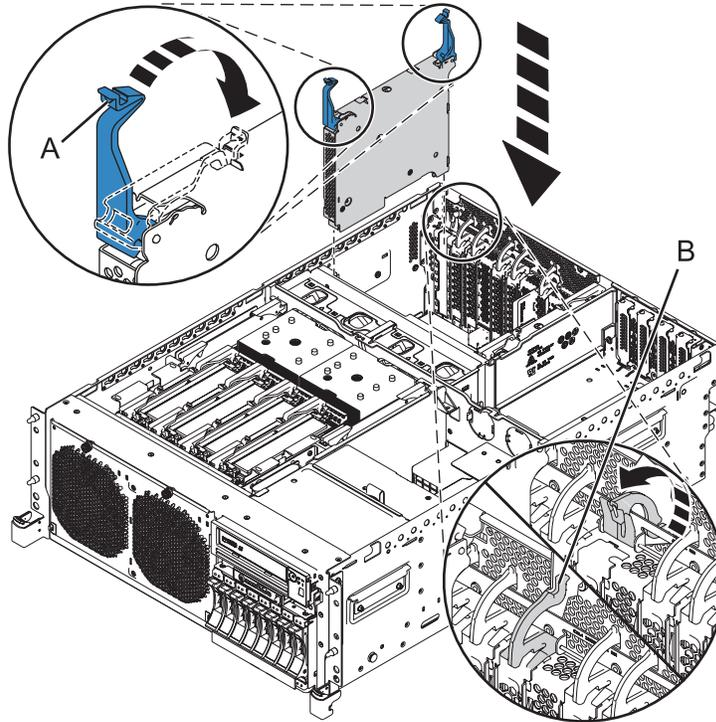
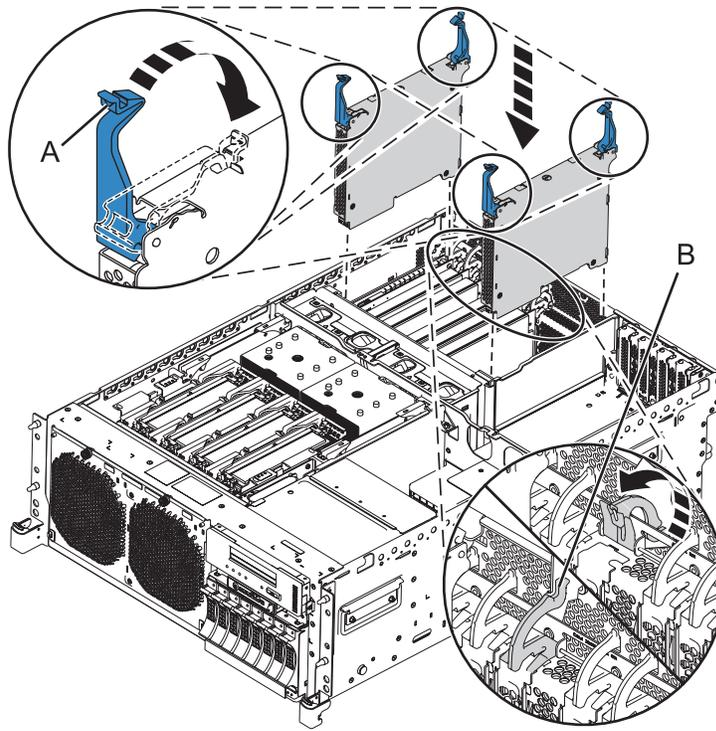

Figure 9. Installation de l'adaptateur GX sur un système 02E/4B ou 05F/6B monté en armoire
Figure 10. Installation de l'adaptateur GX (code dispositif EJ03) sur un système 02E/4C, 02E/4D, 05E/6C ou 05E/6D monté en armoire
3. Faites pivoter les taquets (**A**) en position verrouillée, comme illustré dans la figure 9, à la page 12 et la figure 10, à la page 12.